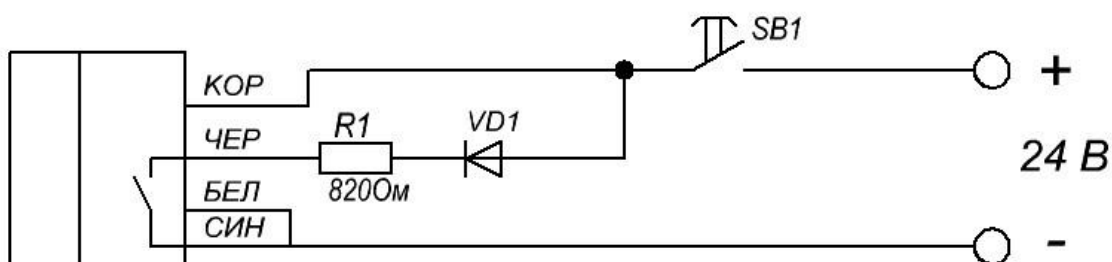

Рис. 3 - Схема подключения оптического датчика
1. Подключить блок питания, выставить рабочее напряжение 24 В (рис. 3). При не правильном подключении напряжения с блока питания загорается красная лампочка на блоке индикации.